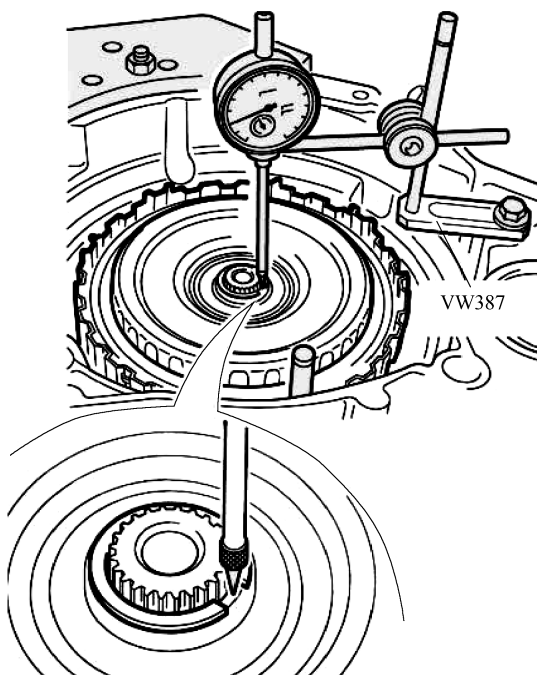

图 3-2-15 第二次测量
② 第二次测量:
• 将千分表的表尖放置在离合器大摩擦片支架的毂盘上, 如图 3-2-15 所示。